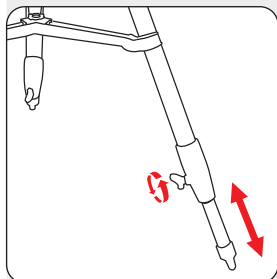

Fig. 5 : Déployer les pieds du trépied
2. Desserrez les vis papillon (6) des blocages des pieds du trépied (5) et sortez les sections inférieures des pieds du trépied (7) jusqu'à la longueur souhaitée. Resserrez ensuite les vis papillon (Fig. 5).